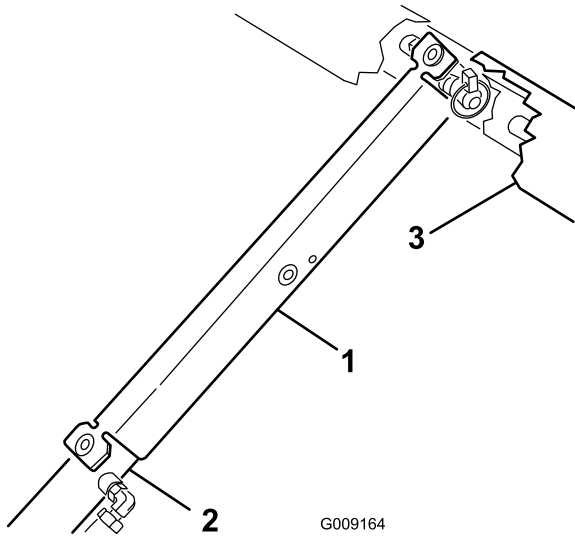

図 41
3. サポートをシリンダロッドにはめ込み、サポートの端部でシリンダパレルの端とシリンダ・ロッドの端を確実に支える(図 41)。